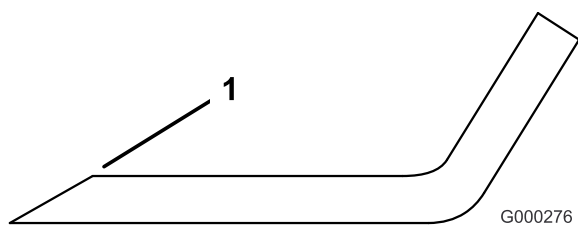

Figure 67
- Au moyen d'une lime, aiguissez les tranchants aux deux extrémités de la lame (Figure 67). Veillez à conserver l'angle de coupe d'origine. Limez la même quantité de métal sur chacun des deux tranchants pour ne pas déséquilibrer la lame.